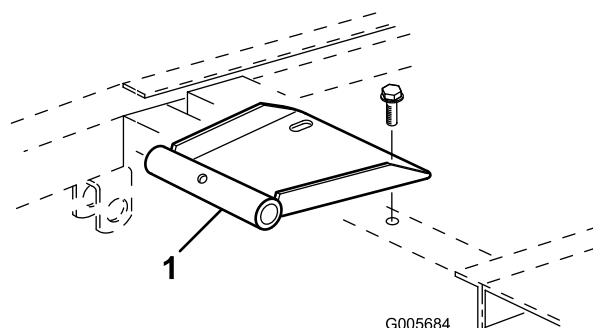

Figura 8
2. Monte o suporte articulado do banco na estrutura com 2 parafusos de flange fornecidos com o kit (Figura 8).
4. Monte o suporte articulado do banco na estrutura com 2 parafusos de flange fornecidos com o kit (Figura 8).